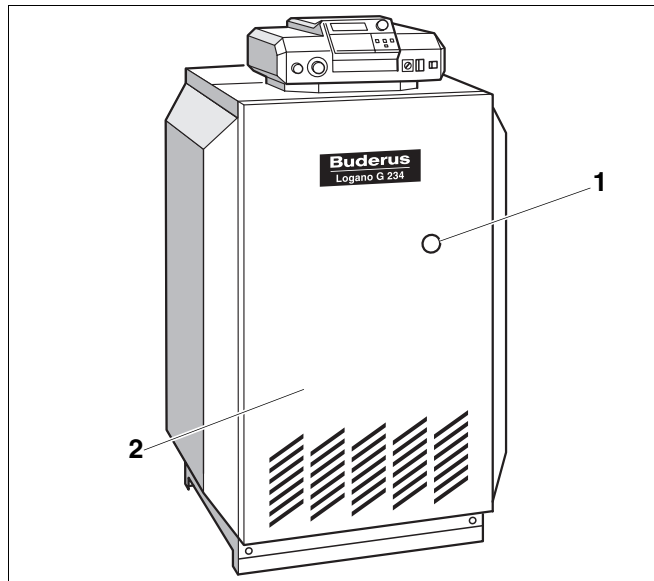

Рис. 6 Устранение неисправностей горелки
При возникновении неисправности горелки загорается сигнальная лампочка на кнопке подавления помех, расположенной на отопительном котле (рис. 6, поз. 1).
Кнопку подавления помех на горелке можно нажать через отверстие (рис. 6, поз. 1) на передней стенке котла (рис. 6, поз. 2). Для этого не нужно демонтировать переднюю стенку.
- Нажать кнопку подавления помех горелки (рис. 6, поз. 1).